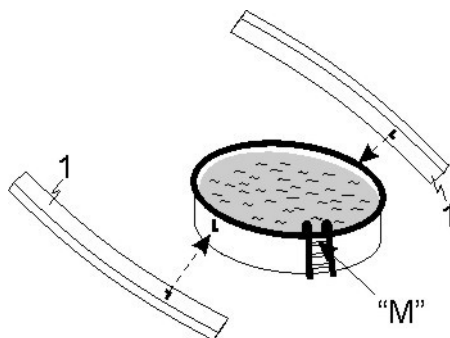

Abb. 1.1
### Schritt 1: Markierungen am Schwimmbaden (Abb. 1.1 und 1.2)
Ausgangspunkt >M< abgemessen (Abb. 1.1).
**Das kürzere Ende gemessen vom „L“ liegt näher der Einstiegsleiter (Abb. 1.1).**